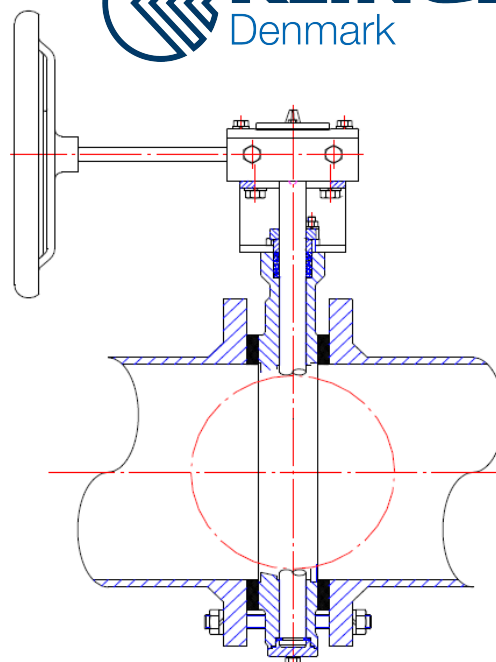

Fig 6.
7.6 Vær omhyggelig med at centrere ventilen mellem flangerne, og undgå at indvendige dele beskadiges. (Fig 6).